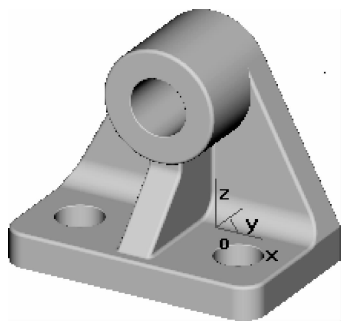

图 3-14 轴承支架的实体造型
(5)单击“过渡”按钮,先在轴承支架的底部和根部倒圆,尺寸见图 3-9,再在轴承支架的棱边处倒圆,尺寸可自行确定,作图结果如图 3-14 所示。